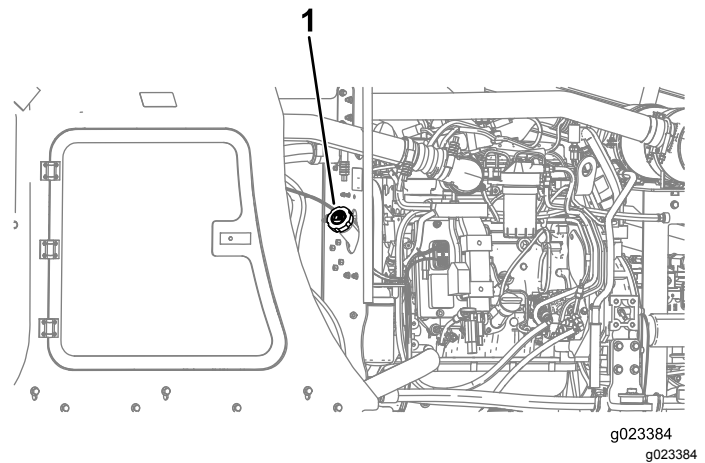

Figura 37
3. Retire el tapón del depósito de combustible (Figura 37).